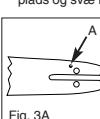

Fig. 3A
For at sikre at sværdet og kæden altid modtager olie, brug KUN det Originale sværd, med Olie huller (A), som det er vist på FIG. 3A.